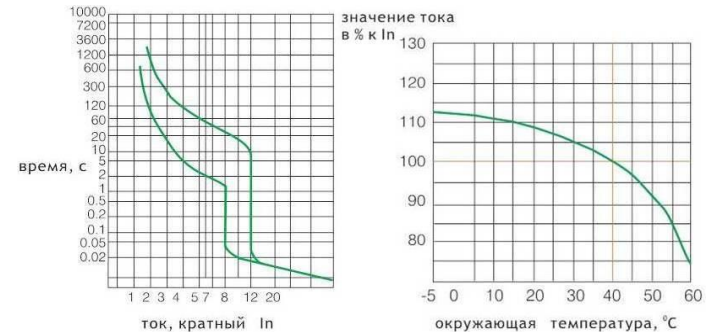
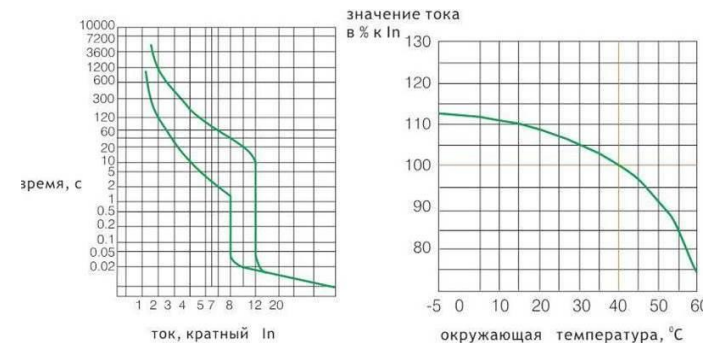

Рис.1 Время токовые характеристики автоматических выключателей BA 57-39 250А, 320А, 400А
Рис.2 Время токовые характеристики автоматических выключателей BA 57-39 630А
4.2.6. Время - токовые характеристики выключателей с расцепителями тока перегрузки приведены на рис.1, рис.2.